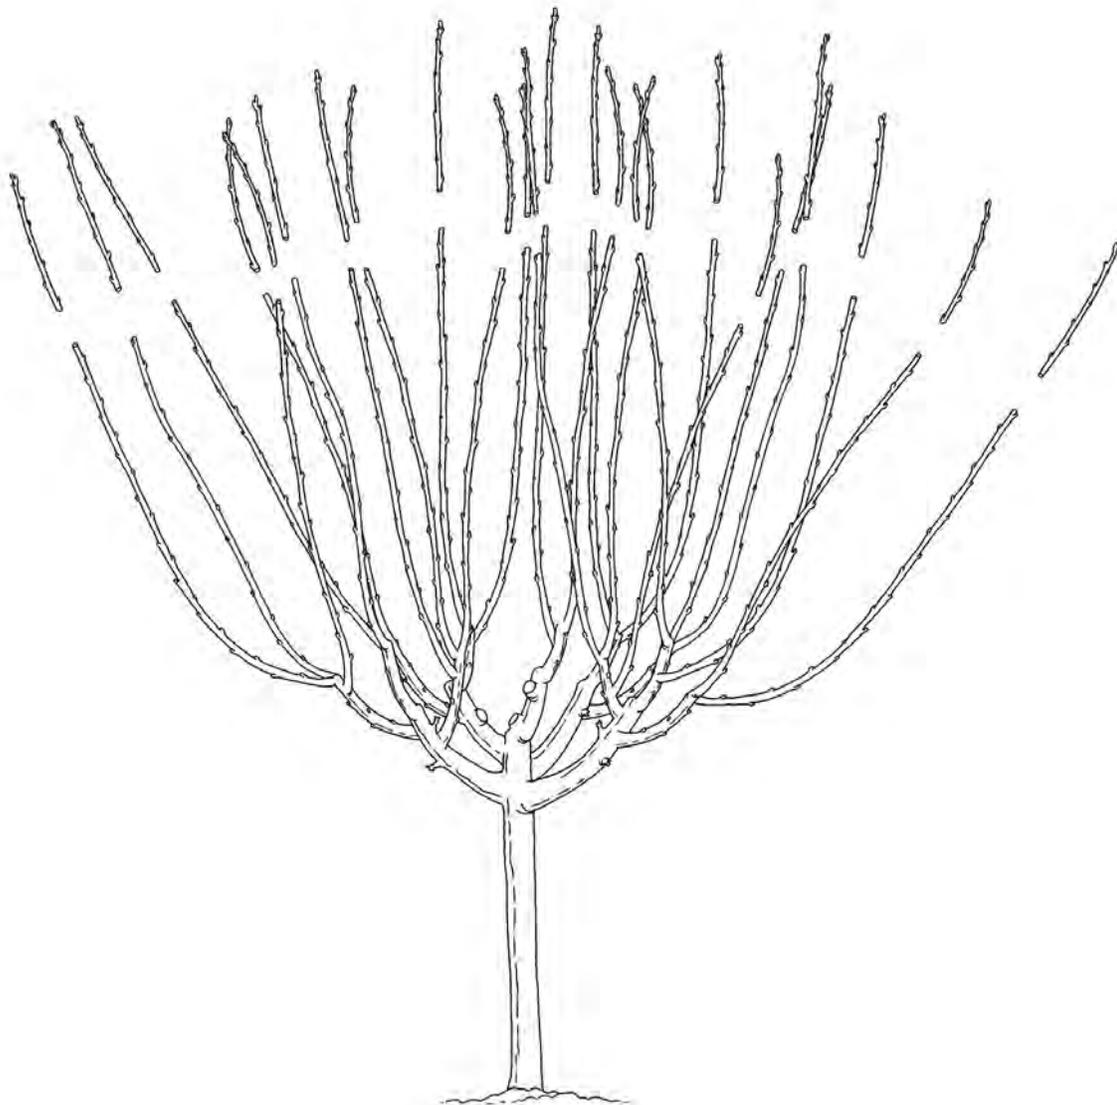

Figura 17
- En el caso de variedades de productividad alta o media sobre portainjertos semivigorrosos, despunte los ejes. Haga lo mismo en el caso de variedades de alta productividad sobre portainjertos estándar. En ambos casos, quite un cuarto del nuevo crecimiento (Figura 17). El despunte mantiene un equilibrio entre follaje y fruto y produce fruto de alta calidad.
- Si el árbol no ha alcanzado ocho pies de altura, quite un cuarto del nuevo crecimiento de cada eje (Figura 17, página 22).